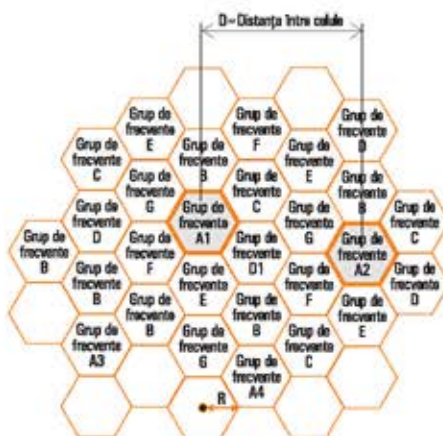

Fig. 1.2.
Conceptul de "celular" a apărut mai târziu decât conceptul „fără fir” prezentat anterior. El a fost propus de firma Bell și spre deosebire de modelul anterior, când un emițător de mare putere, plasat undeva la înălțime mare, transmitea semnal către o suprafață mare, noul model constă într-un număr mare de emițătoare de mică putere, fiecare destinată să servească o suprafață mică de "celulă". Unul dintre marile avantaje ale acestui concept îl reprezintă posibilitatea de folosire a aceluiași frecvențe (a aceluiași canale) în celule diferite, situate totuși la o distanță suficientă astfel încât să se limiteze fenomenul de interferență. Marea calitate a conceptului de "celularitate" constă în faptul că "interferența nu este legată de distanța absolută dintre celule", ci de raportul dintre distanța dintre celulele ce folosesc aceeași frecvență (D) și raza celulei (R). O altă calitate importantă a conceptului de celularitate constă în "divizarea celulei". Celulele mari pot fi reduse la celule mai mici prin divizare (vezi fig. 1.2).